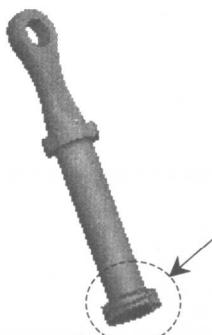

图 1.1.17
- (4) 预览特征：在操控板中，单击预览图标 ，可浏览所创建的圆角特征。
- (5) 完成特征：在操控板中，单击完成图标 ，则完成特征的创建。
Step11. 创建如图 1.1.17 所示的实体拉伸特征，相关操作如下。